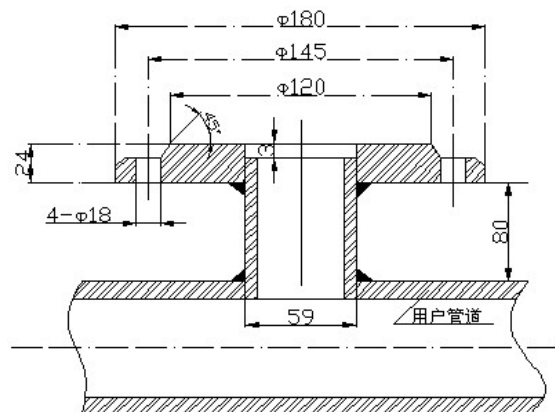

图3 安装底座的焊接
安装底座与被测管道的焊接如图3所示。
- ② 安装底座图3管子的轴线与被测管道的轴线相互垂直。其夹角为45°。
- ②采用不锈钢焊条平焊。焊后保证法兰端面与管轴线平行，焊缝牢固，能承受1.6Mpa 压力无渗漏现象。
- ③被测管道开孔尺寸与安装底座的通孔外径一致。
6.4.3 按图3 所将DN50球阀安装到安装底座上。注意球阀的长空腔向上。检查球阀是否能全开全关。如有问题应进行修理。将压紧螺纹座、压紧螺母和橡胶密封圈安装到球阀上。松开定位螺钉和压紧螺母，将传感器插入插通过球阀插入被测管道。插入深度由6.4.4 计算，并由游标卡尺或钢卷尺测量，符合要求后，上紧压紧螺母和定位螺钉，同时应注意传感器方向标志插指向应和流体流向一致。